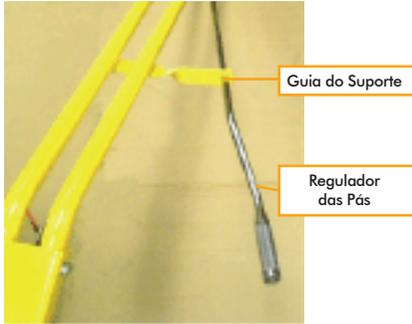
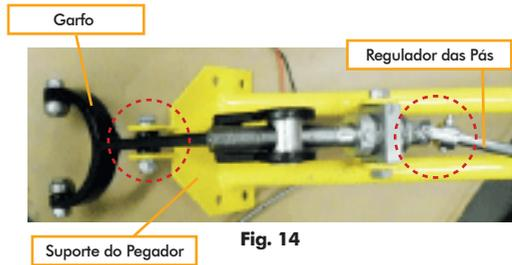

Fig. 13
Fig. 14
5.7. Passar o Regulador das Pás por entre o Guia do Suporte (Fig. 13) e fixar no Garfo (Fig. 14), fixar também o Garfo no Suporte do Pegador (Fig. 14):